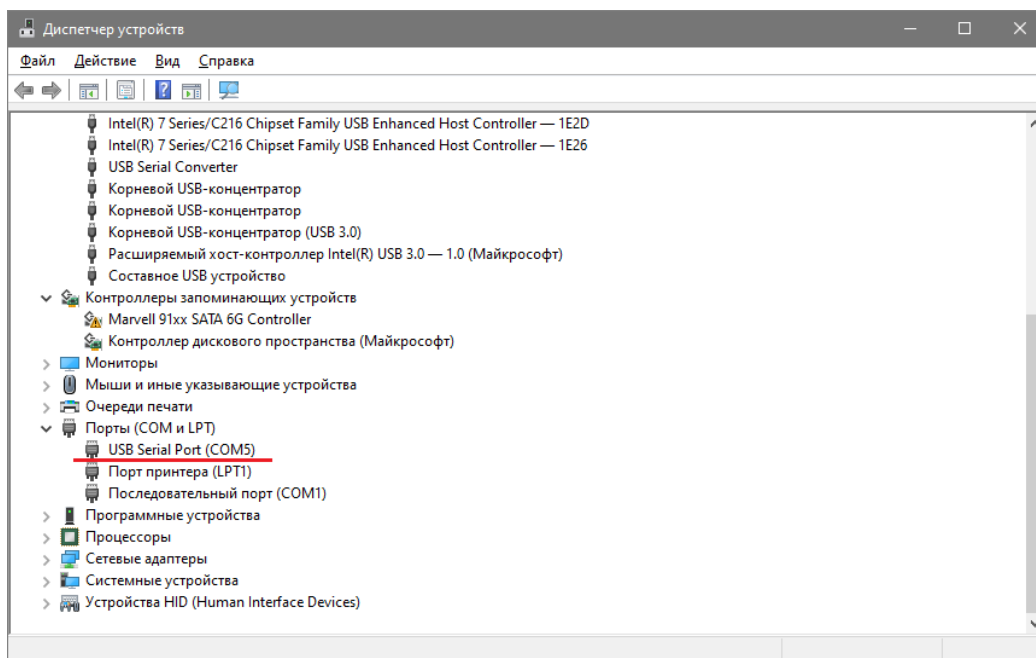

Рис. 1.4 Окно «Диспетчер устройств»
Произвести перезапуск питания преобразователя интерфейса, отключив и заново подключив кабель USB. В окне программы «Диспетчер устройств» убедиться в добавлении нового порта «USB Serial Port». (Рис. 1.4)
- Для параметра COM-порт выбрать новый порт «USB Serial Port» (см. Рис. 1.4);